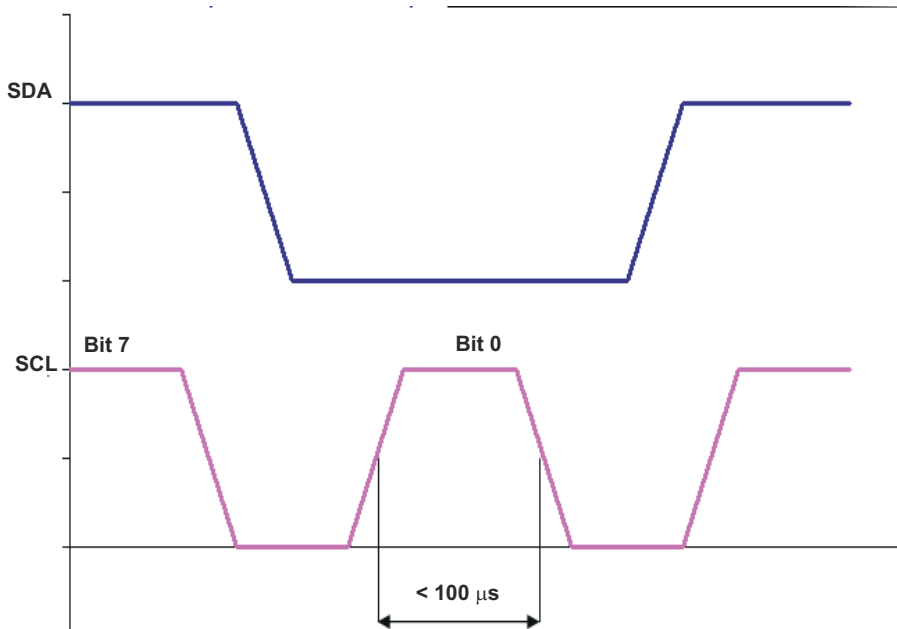

图 5-4. 写入命令的第八位要求
- 写入命令的第八个数据位 (图 5-4) : SCL 必须在 SCL 上升的 100 μ s 内下降。